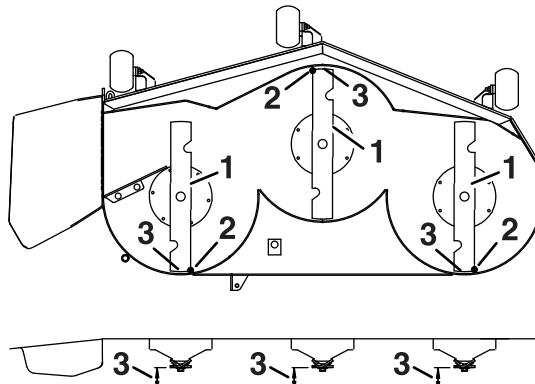

Figure 72
4. Faites pivoter les lames avec précaution pour faire passer les pointes avant à l'arrière (Figure 72).
5. Mesurez la distance entre la pointe de la lame avant et la pointe de la lame arrière par rapport à la surface plane (Figure 72).